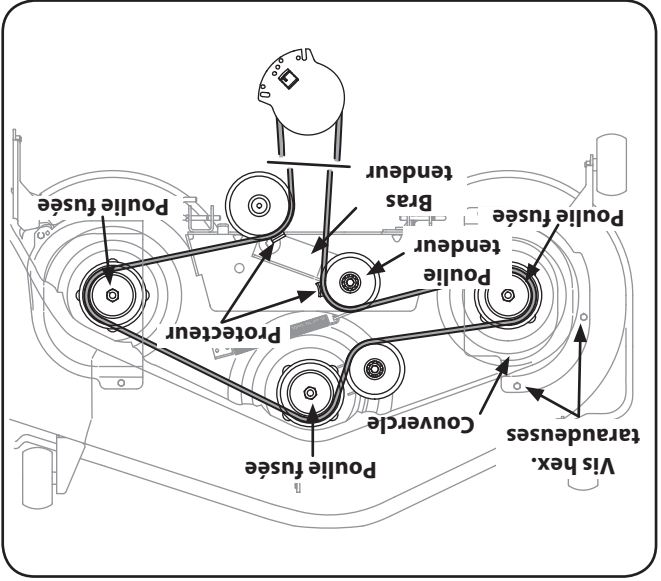

Figure 7-11
- Enlevez les vis hex. taraudées qui maintiennent les carters des courroies en place. Voir la Figure 7-11.
- Installez la courroie neuve sur les poulies à fusée, comme sur les illustrations. Remettez les carters des courroies en place. Voir la Figure 7-11.